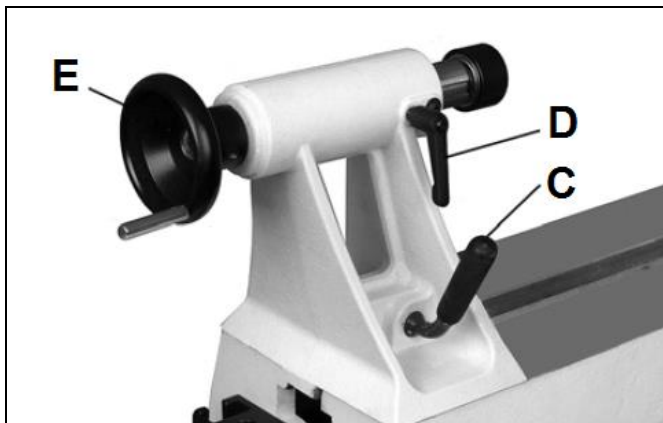

Рис. 29
Вращайте маховик (Е, Рис. 29) по часовой стрелке, чтобы выдвинуть пинюль задней бабки вперед. С помощью ручки (D) зафиксируйте положение пиниоли.